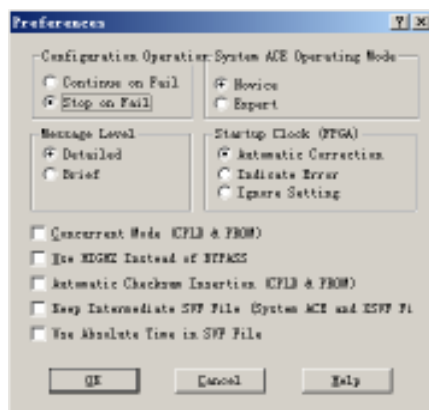

图7-8 【Preferences】对话框
- 编辑（Edit）菜单包含了常见的编辑操作命令以及一些和配置相关的命令，其中【Add Device】命令用于手动创建边界扫描链时添加 PROM 或 FPGA/CPLD 器件，【Assign Configuration File】命令的作用是给器件指定配置文件。【Edit Collection】命令用于对 System ACE CF 进行操作，System ACE CF 与 System ACE MPM、System ACE SC 都是 Xilinx 提供的配置解决方案，包含存储单元和配置控制电路等单元，统称 SystemACE（System Advanced Configuration Environment）。【Edit PROM】命令用于修改和删除边界扫描链中的 PROM。【Preferences】命令提供了操作的选项，选择该命令后弹出的【Preferences】对话框如图 7-8 所示。